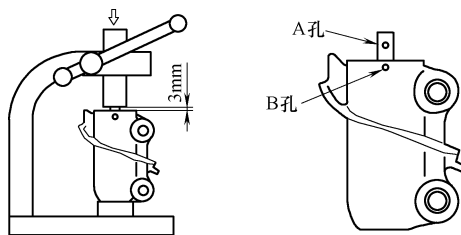
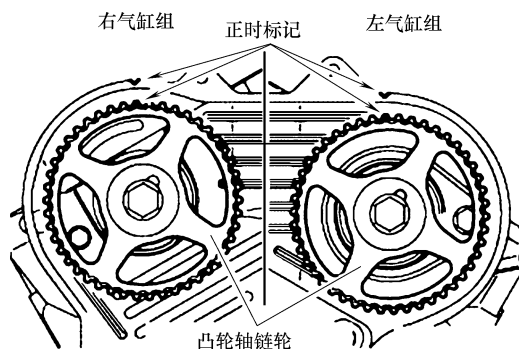
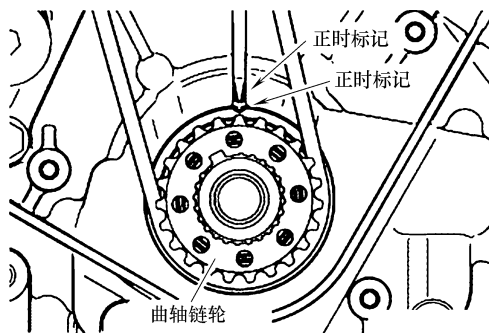

图 28-13 将正时带自动张紧器垂直向上放置到手动压力机上
图 28-14 凸轮轴链轮正时标记识别
图 28-15 曲轴链轮正时标记识别
① 将正时带自动张紧器垂直向上放置到手动压力机上，如图 28-13 所示。
② 压下张紧器推杆，直至推杆露出张紧器体 3mm，使图 28-13 中的小孔 A 和小孔 B 对齐，然后将固定销插入小孔中。
③ 安装自动张紧器。
2) 如图 28-14 和图 28-15 所示，将曲轴链轮正时标记和凸轮轴链轮正时标记对齐，并把 1 缸活塞设置到压缩行程上止点位置。
4) 将左气缸组凸轮轴链轮的正时标记对齐，见图 28-14。